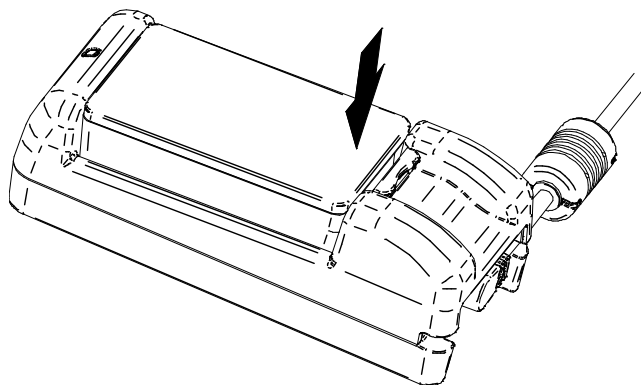

Abbildung 17-6 Einlegen des Akkupakets (2)
- (2) Drücken Sie das Akkupaket wie durch den Pfeil in Abbildung 17-6 gezeigt nach unten, bis die Nase „b“ des Akkupakets in der Nut „B“ des Akkuladegeräts einrastet.